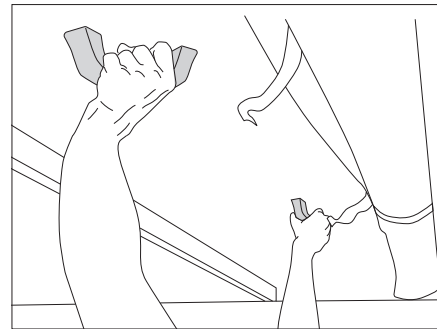

Bild 6 Aufstelldach hochstellen
- Aufstelldach an den Griffen mit beiden Händen nach oben drücken (Bild 6).